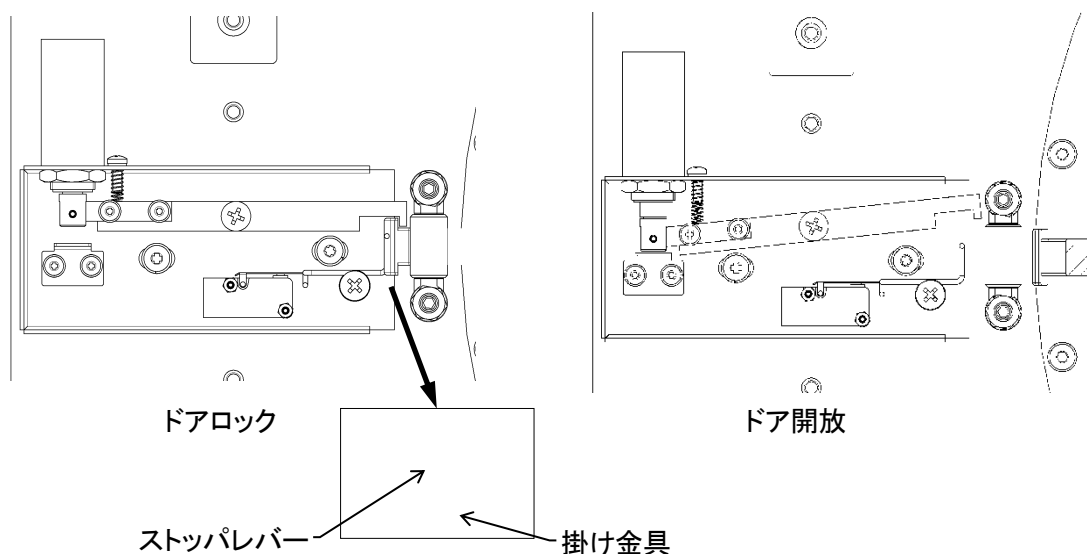

図 11-18
- ・ ドアロック及びドア開放時、図 11-18 の様になっています。
- ・ ドアロック時、ストップパレバーと掛け金具が図 11-18 の様にかみ合う位置に来る様に2本のビスを緩めドアロック部を左右にずらし調整します。